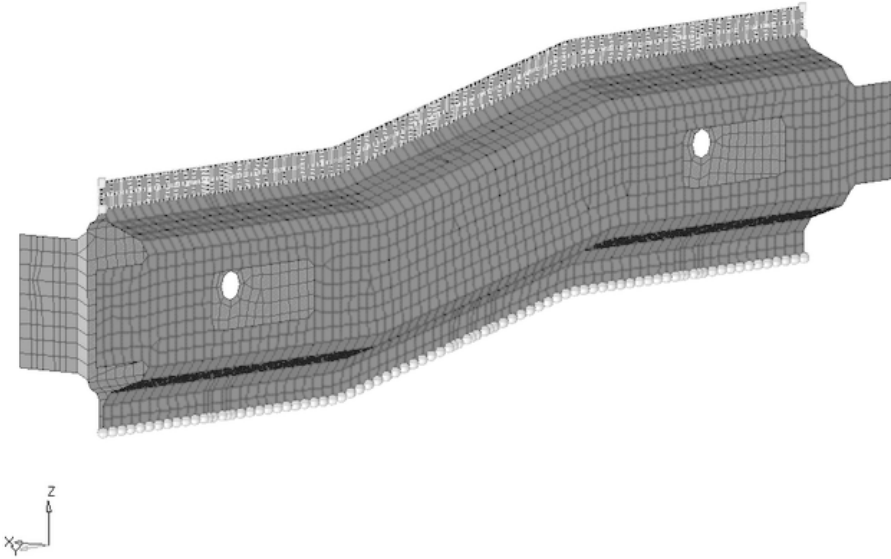

图 6-54 选择 component Left_Rail_1 下翻边外缘的一排节点
- (1) 进入 Area 面板。
- (2) 进入 area 子面板。
- (3) 将 location 设置为 nodes。
- (4) 单击 node list，选择 by path。
- (5) 选择 component Left_Rail_1 下翻边外缘的一排节点（选择外缘最左边的一点，然后选择最右边的一点，则整条外缘上的点都被选中），如图 6-54 所示。